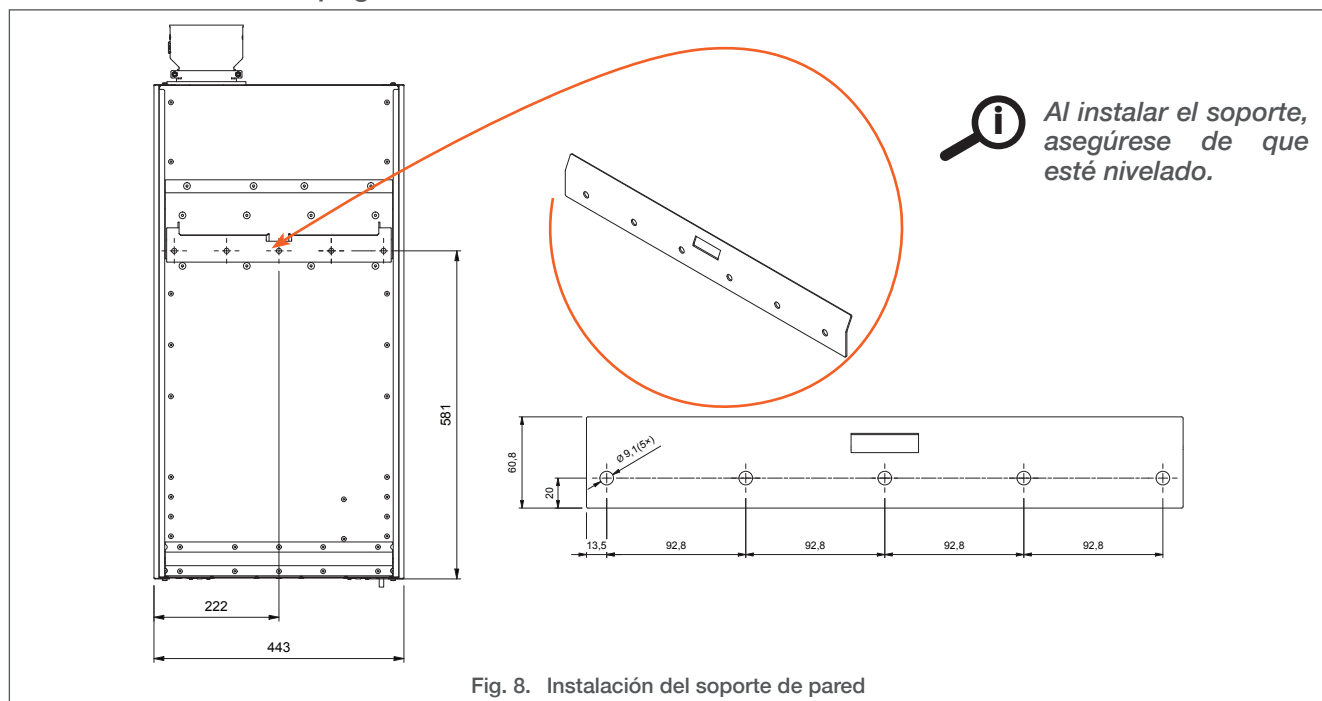

Fig. 8. Instalación del soporte de pared
1. Instale el soporte de pared para sostener la caldera, tomando como referencia el procedimiento ilustrado y la correspondiente ilustración. (Consulte la **Fig. 8**).